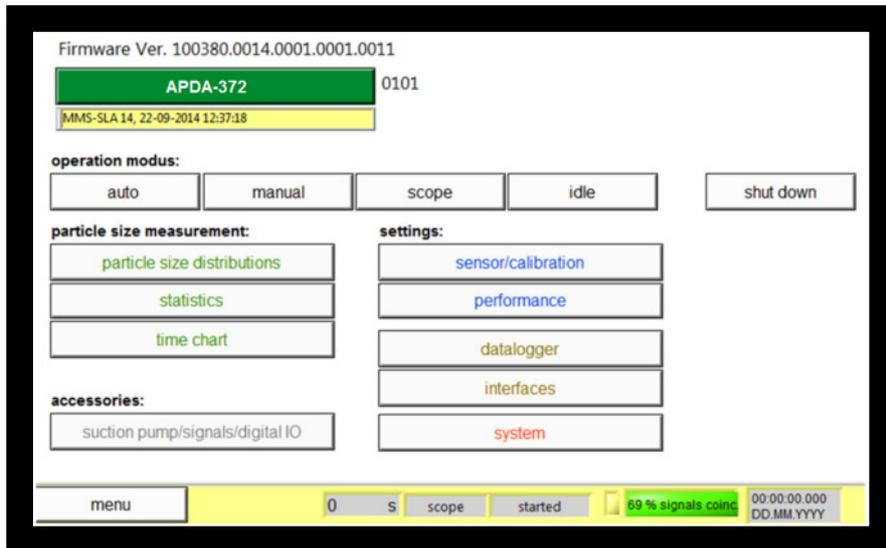

Abbildung 16: Expert User Menu
Sie befinden sich nun im Expertenmenü (Abbildung 16). Von hier aus gelangen Sie zum APDA-372 Hauptmenü zurück, in dem Sie auf den grünen APDA-372 -Balken im oberen linken Bereich klicken. Bitte klicken Sie auf "system" um fortzufahren:
- Sie befinden sich nun im Expertenmenü (Abbildung 16). Von hier aus gelangen Sie zum APDA-372 Hauptmenü zurück, in dem Sie auf den grünen APDA-372-Balken im oberen linken Bereich klicken. Bitte klicken Sie auf "system" um fortzufahren: